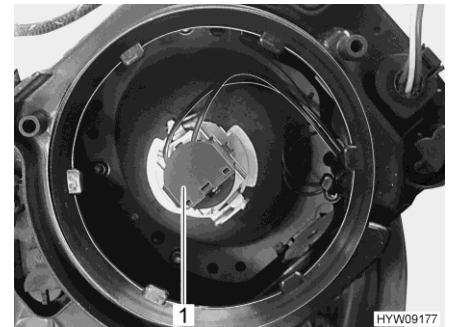

Bild 220 Glühlampe (Abblendlicht/Fernlicht)
- Fassung (Bild 220,1) mit der Lampe entgegen dem Uhrzeigersinn drehen und aus Lampengehäuse nehmen.
- Fassung (Bild 220,1) mit Glühlampe in das Lampengehäuse einsetzen und im Uhrzeigersinn festdrehen. Die Fassung rastet hörbar ein.